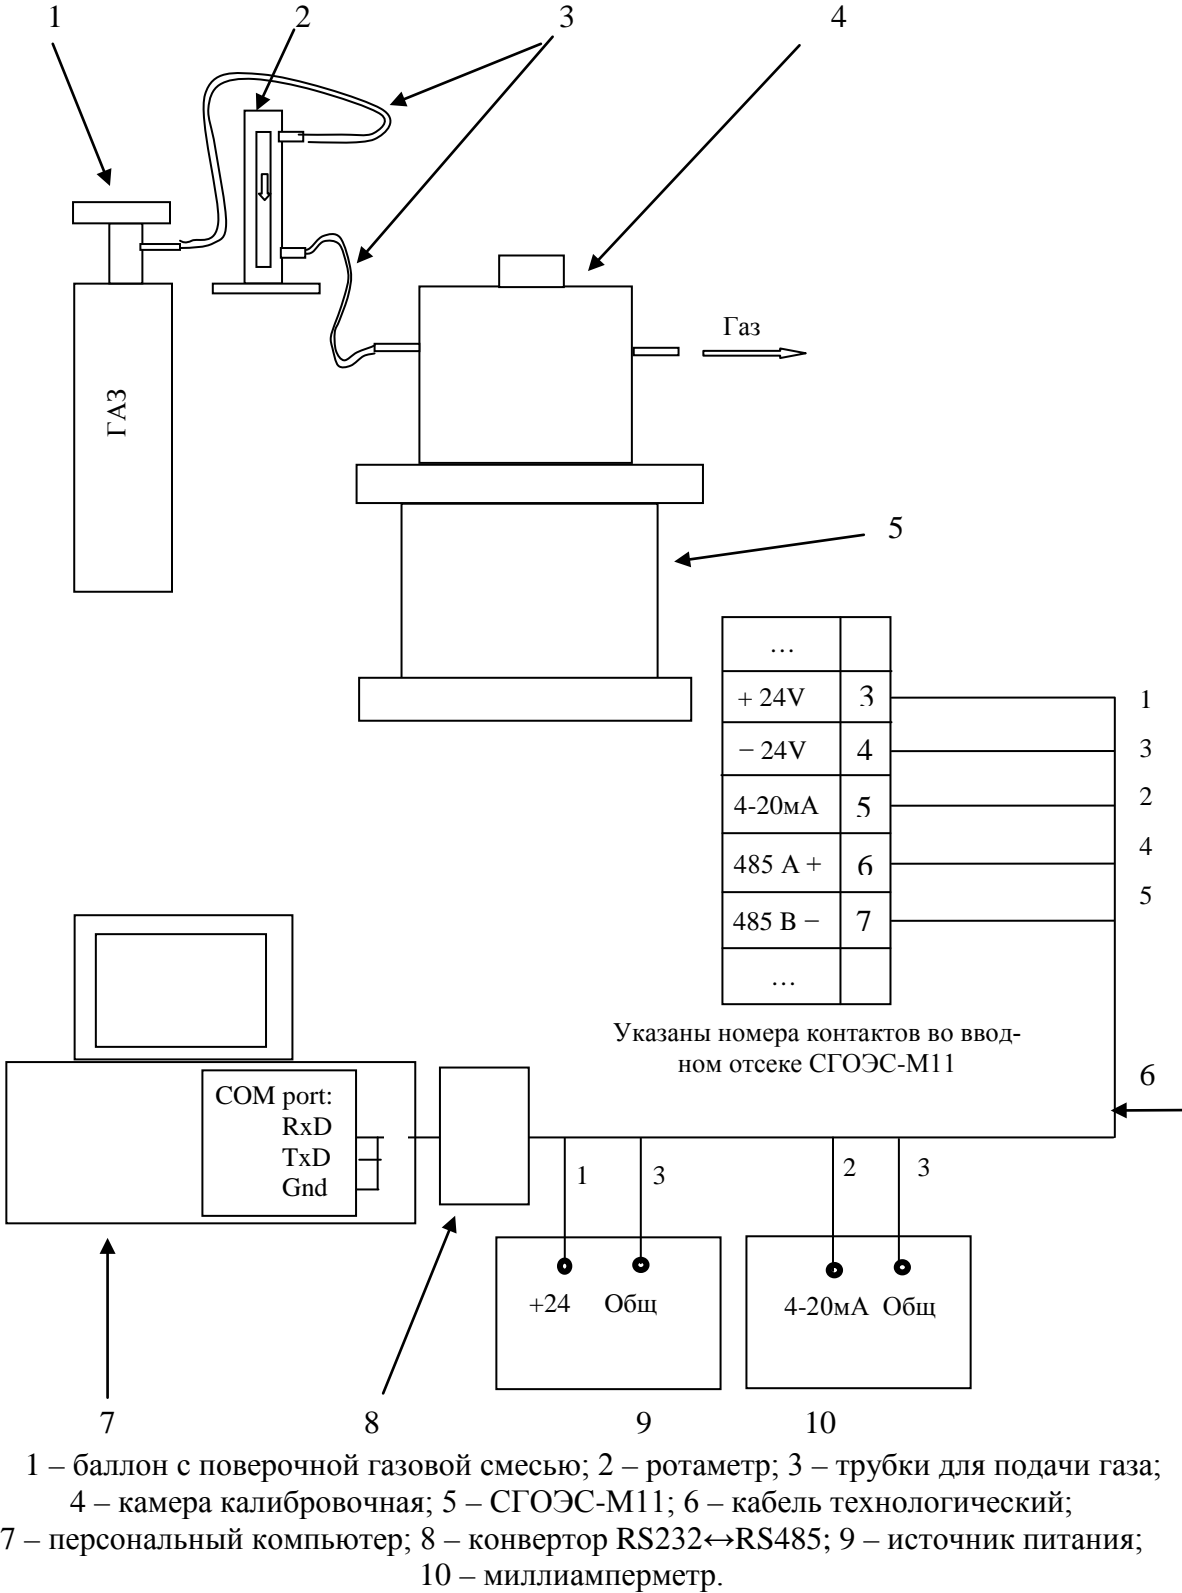

Рисунок 15 - Схема соединений для установки нуля и регулировки чувствительности СГОЭС-М11 при помощи компьютера.
- подключить СГОЭС-М11 к ПК (см. рисунок 15)